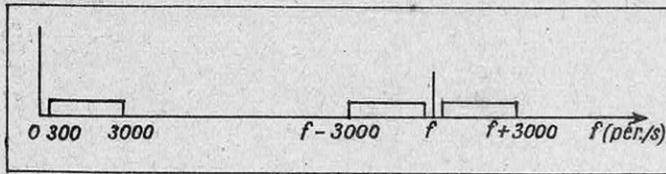

FIG. 3. — PRINCIPE DE LA TÉLÉPHONIE PAR COURANTS PORTEURS
assurait déjà les liaisons entre la plupart des pays d'Europe, se produisit une véritable révolution, due à l'emploi des *courants porteurs*, c'est-à-dire, en somme, à l'application des procédés de la radiotéléphonie à la transmission par fil. La télégraphie harmonique nous a fourni un premier exemple d'envoi sur une ligne de courants alternatifs de fréquences différentes pour établir plusieurs communications indépendantes simultanées. Dès 1894, Maurice Leblanc avait envisagé d'étendre ce principe à la téléphonie. En 1900, Lucien Neu avait proposé d'envoyer le courant téléphonique sur les lignes de transport des grands réseaux de distribution d'énergie électrique. Vers 1915, en Amérique, on jugea intéressant d'appliquer aux lignes aériennes le principe de la modulation d'une onde porteuse pour les transmissions téléphoniques ; on put ainsi superposer à la communication directe trois communications supplémentaires (fig. 3) ; les fréquences porteuses étaient basses (quelques dizaines de milliers de cycles) pour ne pas exagérer l'induction entre lignes (1).